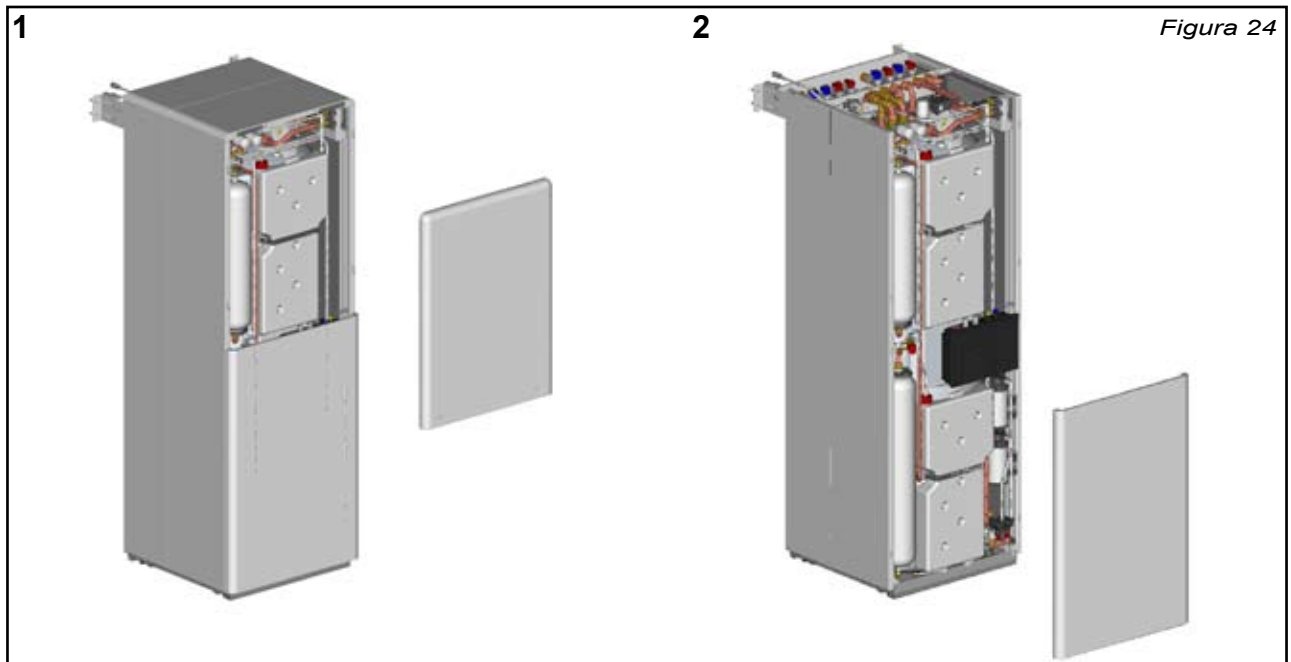

Figura 24
i due pannelli frontali come rappresentato in figura 24
- 1) Togliere i due frontali (figura 24).